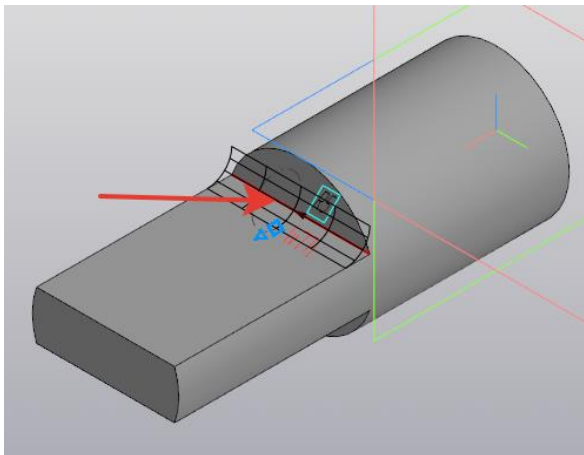

Рисунок 136.
7. Выполните **Скругление** - радиус скругления - **5** . Нажмите на линию перехода. Переверните вал и сделайте снизу тоже самое (рисунок 136).